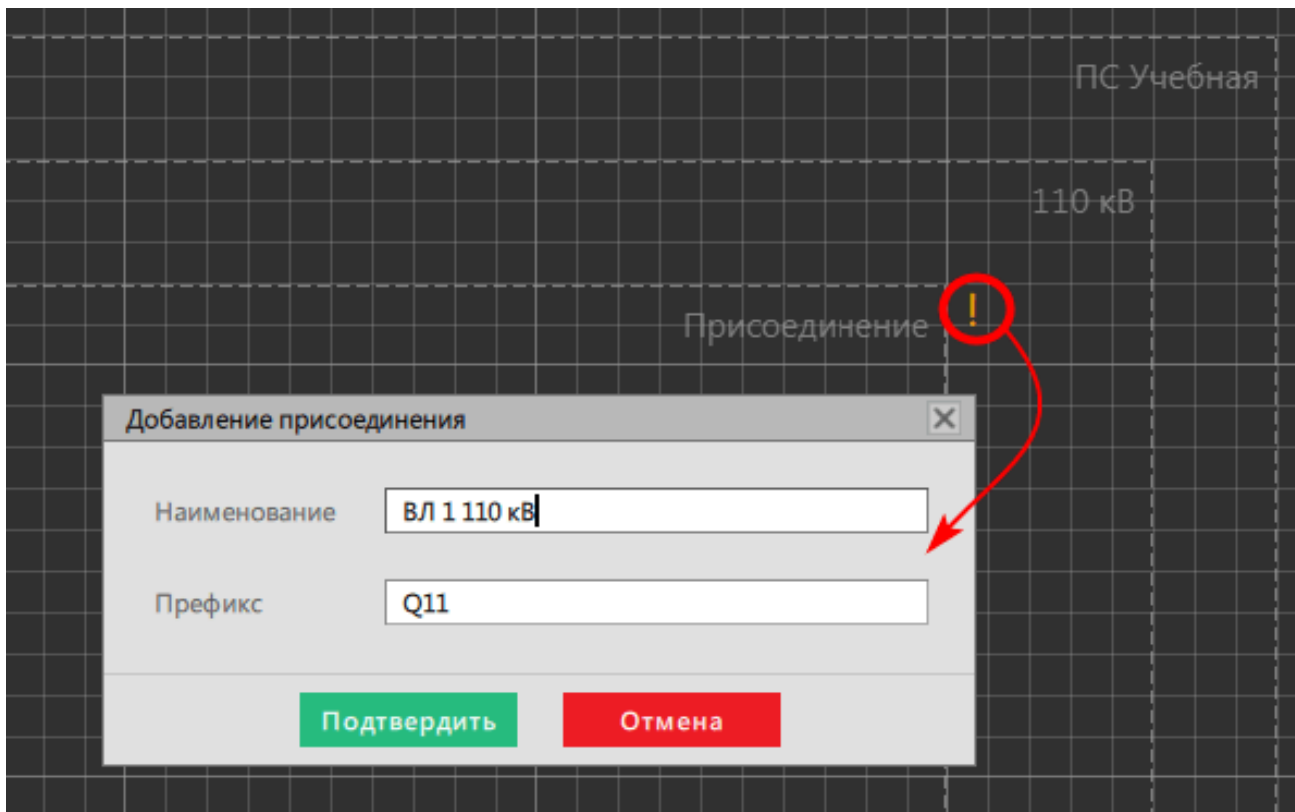

Рисунок 364 - Добавление присоединения
7. Выделите область в редакторе внутри уровня напряжения из п.5, нажмите на ! с зажатой клавишей *Alt* и задайте наименование присоединения (Рисунок 364).